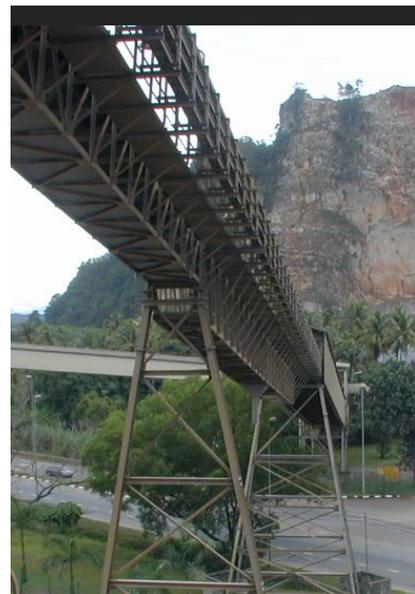

Figure 1: convoyeur de liaison carrière/usine
- Il s'agit d'un équipement intermédiaire de liaison qui ne produit pas de valeur ajoutée, mais qui est nécessaire aux machines de production (Fig.1).